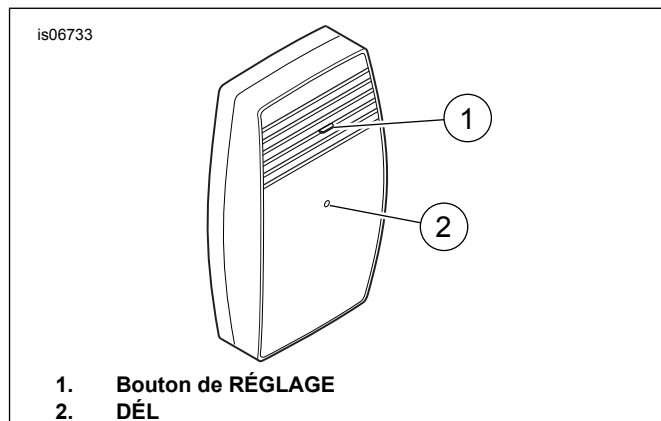

Figure 26. Récepteur de l'ouvre-porte de garage, vue de devant
3. Voir Figure 26. Maintenir enfoncé le bouton de RÉGLAGE sur le **récepteur** de l'ouvre-porte de garage Harley-Davidson. La DÉL sur l'**émetteur** (du véhicule) clignote en continu lorsque le bouton de RÉGLAGE est enfoncé.